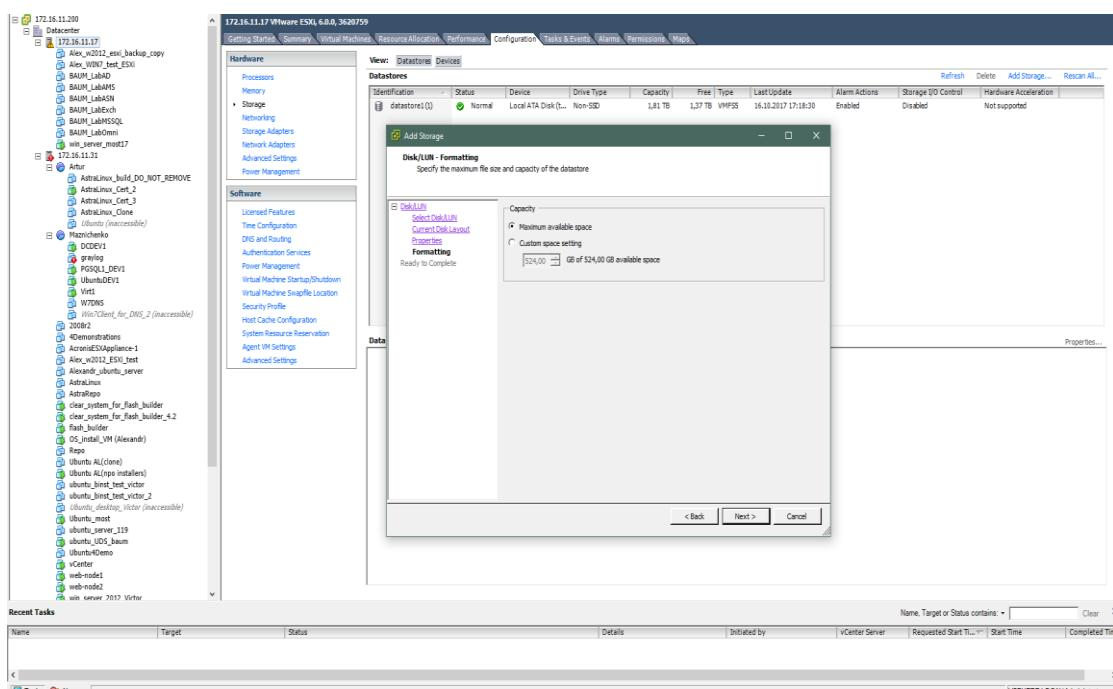

Рисунок 123. Размер Datastore
15. Нажмите на кнопку «Next» (см. Рисунок 123).